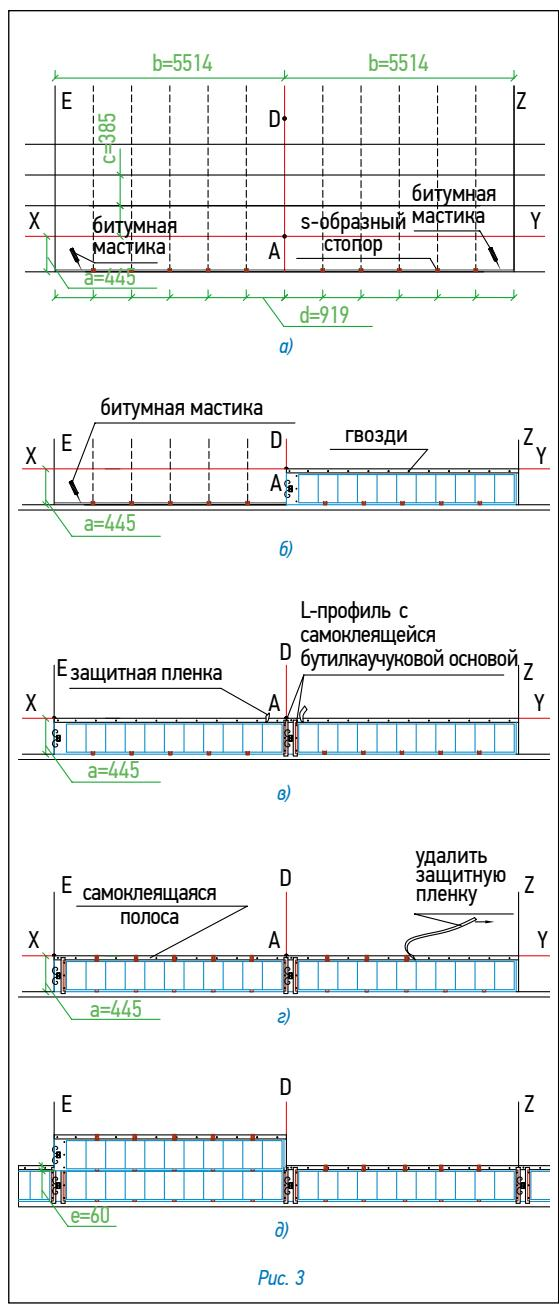

Рис. 3
Енды (рис. 3)
2. «Старт Коппо» укладывается с нахлестом 20 см, место нахлеста тщательно обрабатывается битумной мастикой (рис. 3)
- далее непосредственно на материал «Старт Коппо» укладываются листы черепицы, обрезанные в соответствии с заранее отбитыми линиями (рис. 3)
Внимание: 1. Необходимо также подрезать верхний уголок обрезанного края листа (рис. 3а) для правильного стока воды;
2. Крепление обрезанного листа черепицы к материалу «Старт Коппо» осуществляется при помощи сплошной полосы битумной мастики (рис. 3б);
Укладка ТЕГОСОЛАР (рис. 3)
- Вдоль линии карниза установите кляммеры-стопоры с шагом 91,9 см согласно разметке (рис. 3а);
- далее в кляммеры-стопоры аккуратно вставьте панели и зафиксируйте их по нижнему краю битумной мастики, по верхнему – гвоздями с шагом 25 см через специально отведенные отверстия (рис. 3б);
- далее для обеспечения герметичности соединения панелей установите L-профиль, имеющий самоклеящуюся бутилкаучуковую основу (рис. 3в); L-профиль закрепите гвоздями через предусмотренные в нем отверстия;
- перед укладкой второго ряда черепицы снимите защитную пленку с верхней части уложенной черепицы первого ряда (рис. 3г);
- по верхнему краю уже уложенного первого ряда панелей установите кляммеры-стопоры с шагом 91,9 см согласно разметке (рис. 3г) и закрепите гвоздями через специально предусмотренные в них отверстия;
- следующую панель аккуратно вставьте в кляммеры-стопоры таким образом, чтобы нахлест на ранее установленные панели первого ряда составлял 6 см и она частично перекрывала уже установленные L-профили (рис. 3д);
- зафиксируйте панели при помощи гвоздей с шагом 25 см через специально отведенные отверстия (рис. 3б);
Гвозди, которыми была закреплена основная черепица, должны быть закрыты, поэтому укладка панелей в этом случае начинается ниже линии крепления черепицы. Уровень этой линии для некоторых моделей черепицы TEGOLA приведен на рис. 4. Далее разметку и укладку панелей следует выполнять согласно рис. 2 и рис. 3.
Ендова (рис. 3)
- ровно по центру ендовой расстилается специальный рулонный материал «Аква-ролл», фиксируется в верхней части двумя гвоздями и обрезается в нижней части по линии карниза (рис. 3а);